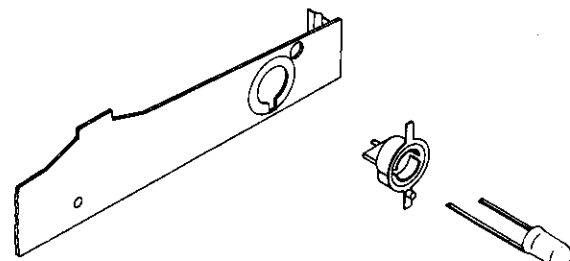

Fig. 2
- 2.5 Suivant la fig. 2, introduire la nouvelle diode LED dans la douille à fiche et remonter le cadran, le recouvrement et les boutons de contrôle en sens invers.
- 2.5 Según la fig. 2, introducir el nuevo diodo LED en el manguito de enchufe y remontar dial, recubierta y botones de control en el orden inverso.